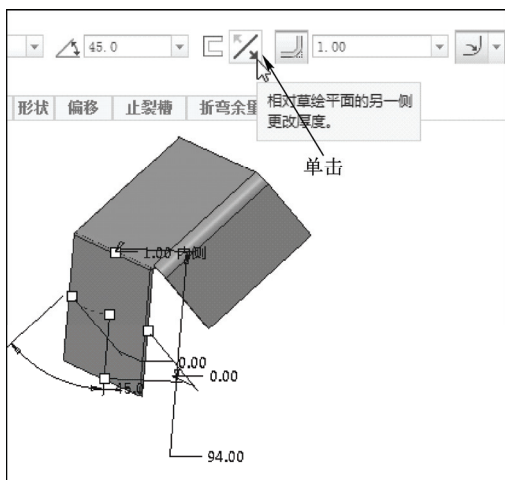

图 13-12 单击“反向”按钮
STEP 04 在“平整”选项卡中的“输入薄壁角的值”文本框中输入“45.0”，按〈Enter〉键确认，在“输入折弯的半径值”文本框中输入“1.00”，按〈Enter〉键确认，单击“反向”按钮，如图 13-12 所示。